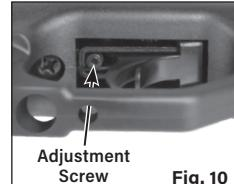

Fig. 10
- Esta espingarda de ar está equipada com um gatilho ajustável de dois estágios. O ponto de disparo e o curso do gatilho encontram-se ajustados de fábrica (Fig.10).